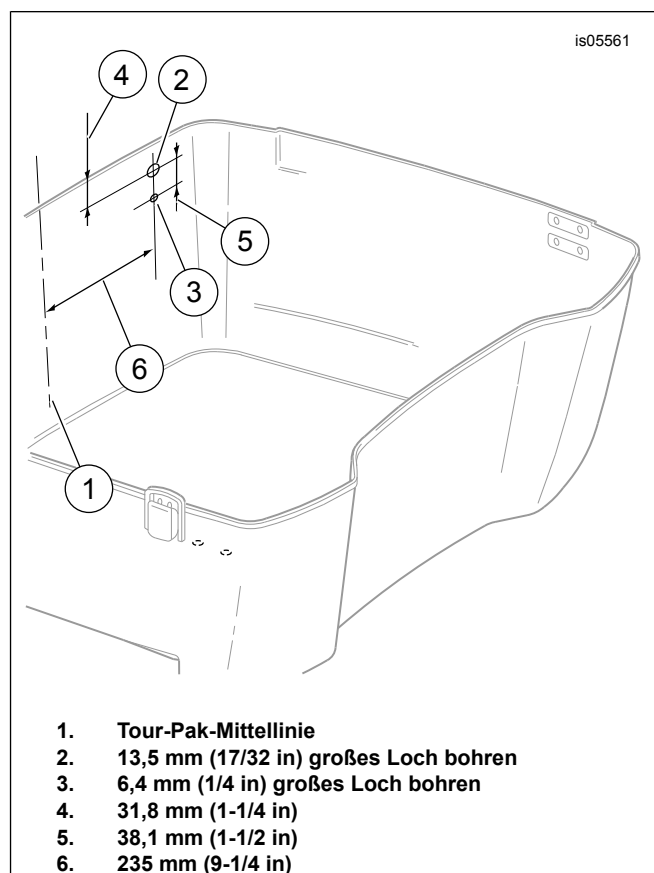

Abbildung 1. Lage der Tour-Pak-Bohrungen für die AM/FM-Antenne
5. Siehe Abbildung 1. Die Mitte (1) der Rückwandaußenseite des Tour-Pak ausmessen und markieren.